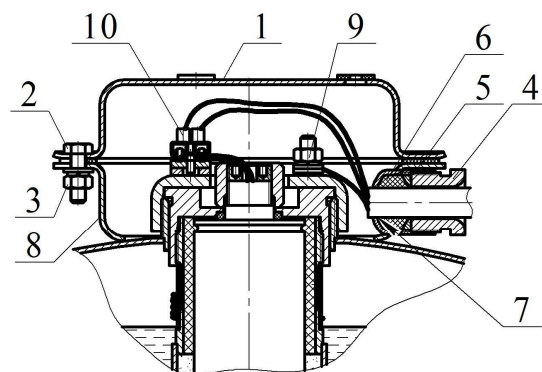

Рисунок 2
- г) уплотнительное кольцо (поз. 6, см. рисунок 2), предназначенное для герметизации монтажного кабеля по согласованному с Потребителем его наружному диаметру;
2.1.2 Произвести монтаж вводной коробки МУПТВ (см. рисунок 2) в следующей последовательности.